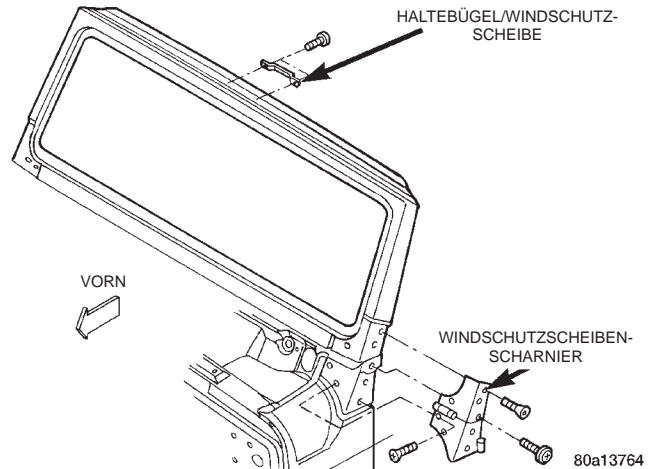

Abb. 7 Windschutzscheibenrahmen
- (1) Dach entriegeln.
- (2) Befestigungsschrauben lösen, mit denen der Überrollbügel am Windschutzscheibenrahmen befestigt ist.
- (3) Wischerarme abbauen.
- (4) Die Torx-Schraube lösen, die dem Drehpunkt des Scharniers am nächsten liegt. Windschutzscheibe nach vorn klappen.
- (5) Die Torx-Schrauben lösen, mit denen das Scharnier der Windschutzscheibe am Windschutzscheibenrahmen befestigt ist (Abb. 7).
- (6) Windschutzscheibenrahmen vom Fahrzeug abbauen.